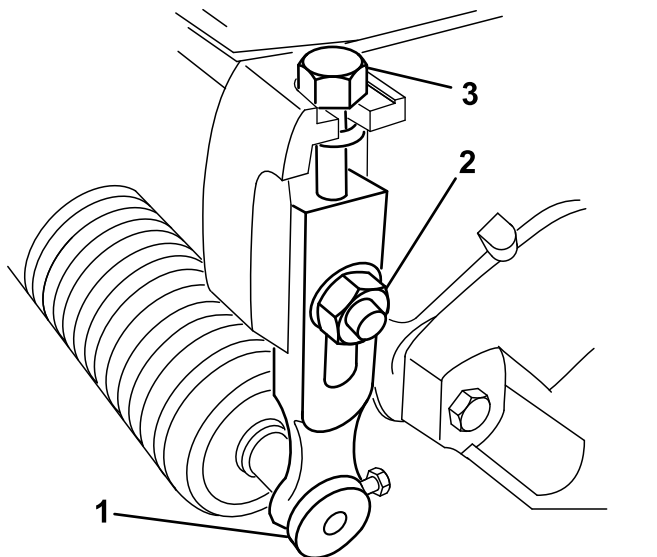

Bild 17
1. Lösen Sie die Sicherungsmuttern, mit denen die Schnitthöhenarme an den Seitenplatten des Mähwerks befestigt sind (Bild 17).